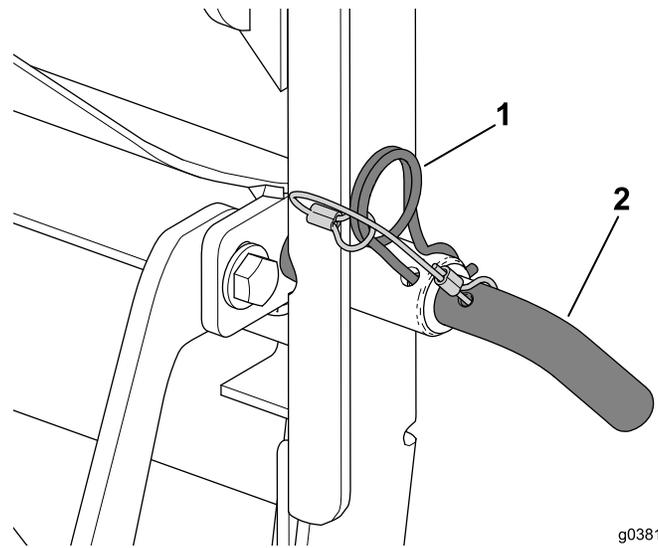

Figura 18
2. Introduzca el pasador de bloqueo a través del soporte del ensacador y el travesaño (Figura 18).
3. Utilice la chaveta para sujetar el pasador de bloqueo (Figura 18).